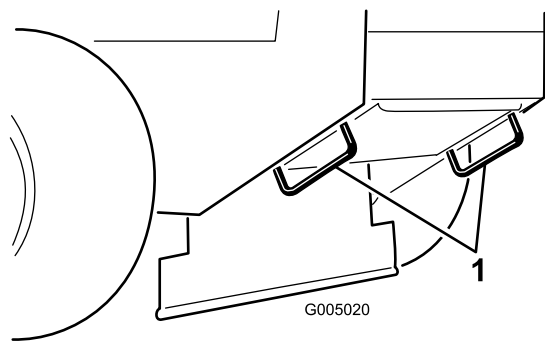

Figura 11
5. Utilizzate gli anelli di ancoraggio metallici sulla macchina per fissare saldamente la macchina al rimorchio o all'autocarro per mezzo di cinghie, catene, cavi o corde (Figura 11).